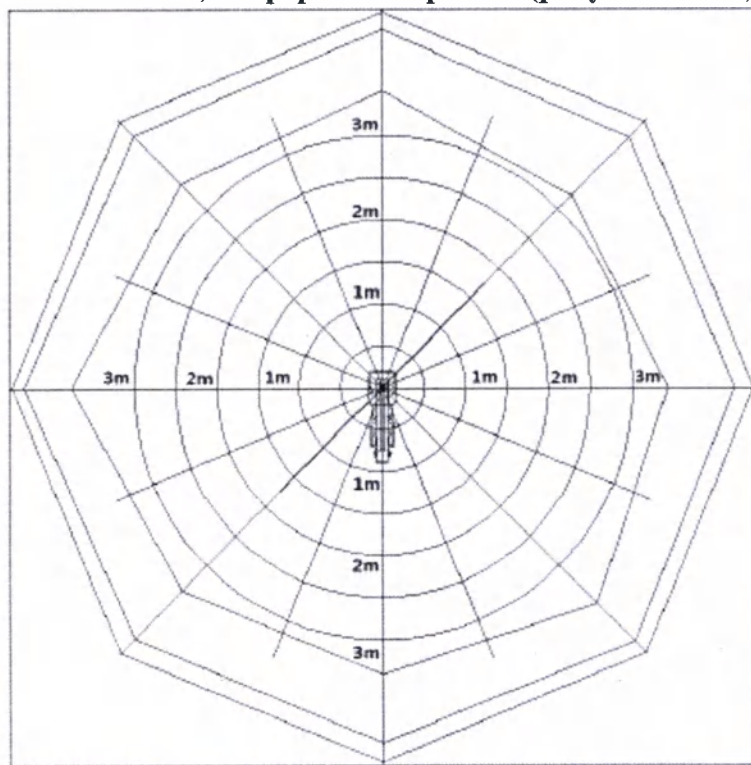

Рисунок 14.3.2
7.3.2 Карта кермы ИСО для рентгеновского луча в горизонтального направлении на малом фокусе 1 м 120 кВ 4 мА, непрерывный режим (рисунок 14.3.2)